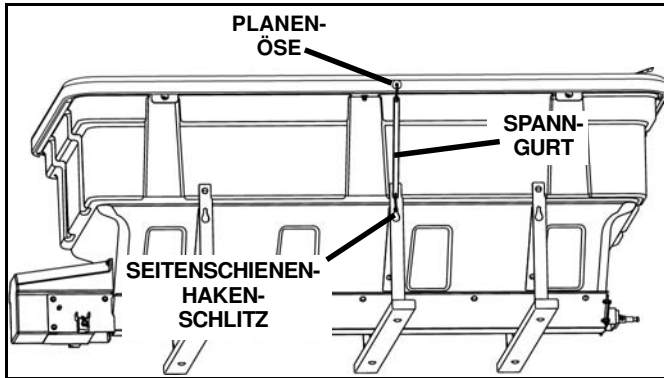

Abb. 1-6
8. Montieren Sie je eine Gummispannschnur an beiden Seiten der Plane, indem Sie diese an der mittleren Öse der Plane und in den Schlitz an der Rahmenseite befestigen (Siehe Abb. 1-6).